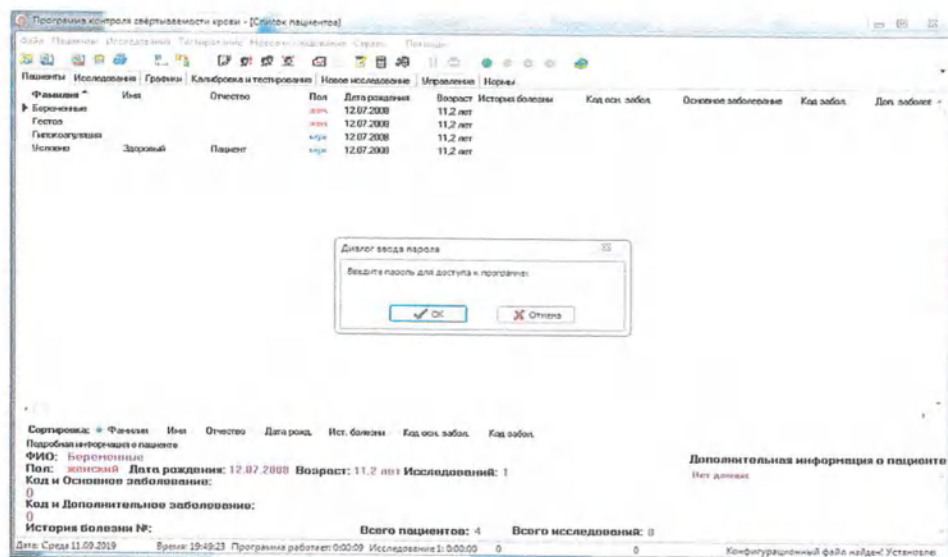

Рисунок 2 – Окно авторизации
7.2 После запуска программы «ГЕМО-5», откроется окно авторизации Пользователя (рисунок 2). По умолчанию пароль Пользователя в программу «ГЕМО-5» — «00000».